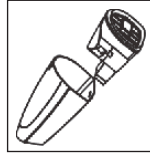
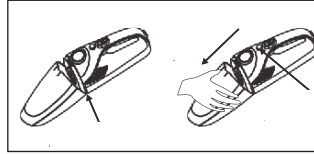

fig. 5
fig. 6
- Introduzca el cartucho filtrante (17), el filtro de esponja (16) y el filtro HEPA (15) en el contenedor (18) - fig. 5, y luego instale todo en la aspiradora de mano (14) - fig. 6.
- Retire el contenedor - **fig. 6**.
- Extraiga el filtro HEPA (15), el filtro de esponja (16) y el cartucho filtrante (17) del contenedor (18) situado encima del cesto y limpie todos los componentes.
- el filtro HEPA (15), el filtro de esponja (16), el cartucho filtrante (17) y el contenedor (18) se pueden limpiar con agua corriente,